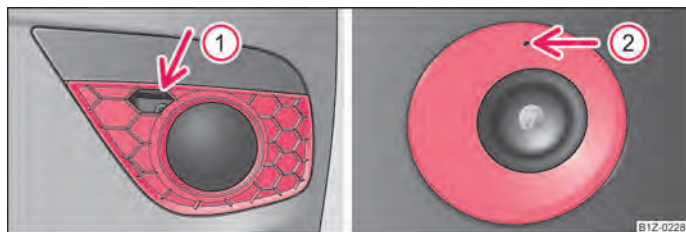

Fig. 186 Paragolpes delantero: Octavia RS/Octavia Scout
- Introduzca un dedo en la abertura ① ⇒ fig. 186 y retire la tapa.